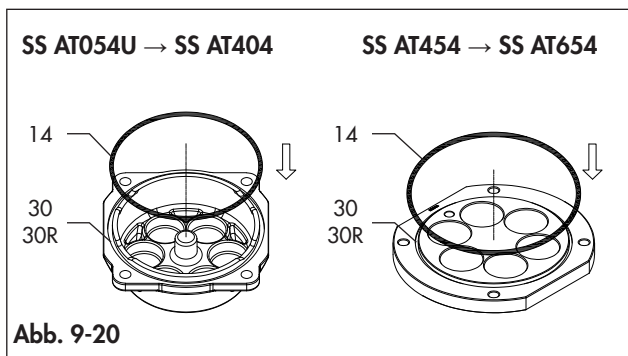

Abb. 9-20
- Legen Sie den O-Ring (14) der Deckel in die Nut, wie in Abb. 9-20 gezeigt, und achten Sie darauf, dass der O-Ring stabil in seinem Gehäuse sitzt.